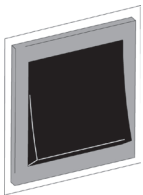

Abb. 15
17. Den Ein/Aus- / Funktionswahlschalter auf AA (luftunterstütztes Spritzen) oder ON stellen (Abb. 15).